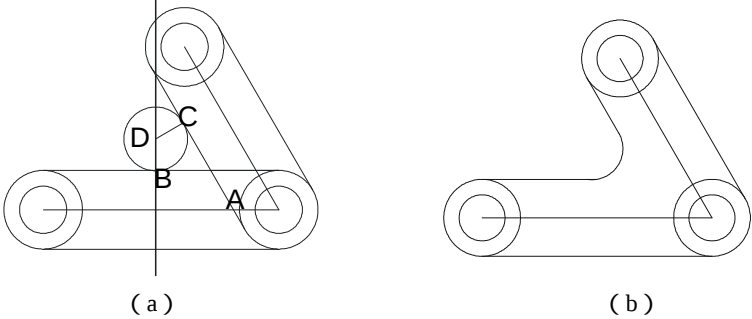

图 4-5-6
STEP 02 使用 XLINE、LINE、CIRCLE、TRIM 命令绘制连接件圆弧部分，如图 4-5-6 所示。
基点：点取 A 点，如图 4-5-6 所示
基点：捕捉 B 点，如图 4-5-6 所示
指定圆的圆心或 [三点(3P)/两点(2P)/相切、相切、半径(T)]：捕捉 D 点，如图 4-5-6 所示